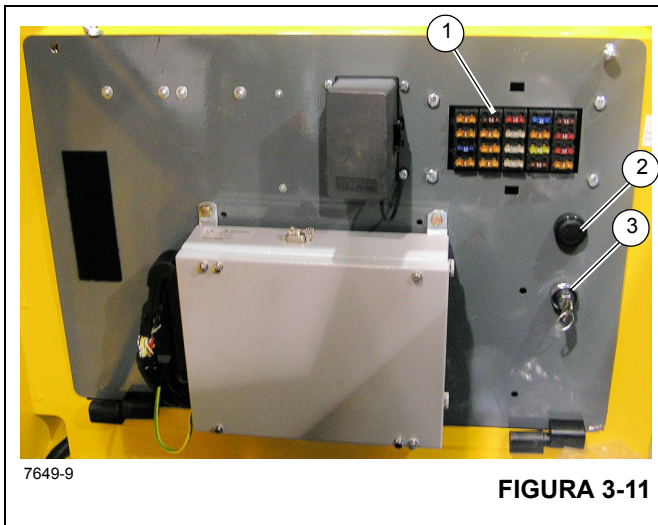

FIGURA 3-11
El tablero de fusibles (1) (Figura 3-11) se encuentra detrás del asiento de la cabina en el conjunto de tablero de relés y fusibles de la cabina. Contiene 20 fusibles que protegen los diversos componentes eléctricos de la grúa.
El interruptor de anulación de emergencia del RCL (3, Figura 3-11) es un interruptor accionado con llave que se encuentra dentro de la cabina del operador, en el conjunto del tablero, detrás del asiento. Cuando se acciona (en sentido horario), el interruptor anula y evita que el RCL bloquee las tres funciones de la grúa (bajada de la pluma, extensión del mecanismo telescópico y elevación del malacate), lo que ocasionaría una condición de sobrecarga o de contacto entre bloques.